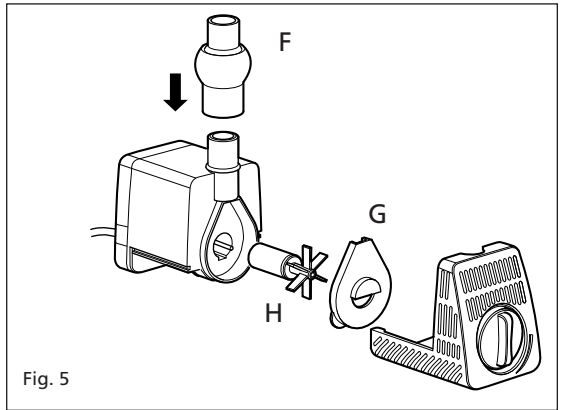

Fig. 5
4. Шаровое шарнирное соединение (См. Рис. 5 (F)) надевается на выпускной патрубок насоса, а сверху вставляется телескопический стержень. В дальнейшем он может использоваться с целью регулировки угла распыскивателя и придания ему вертикального положения.
4. Вытащите ротор из корпуса мотора. См. Рис. 5 (H).